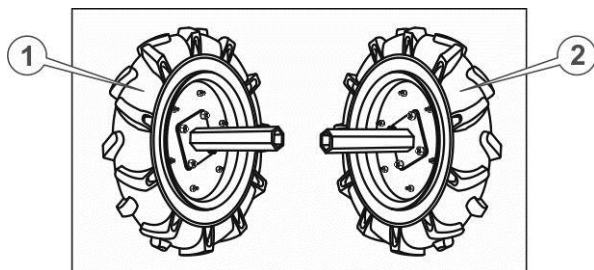

Рис. 4.2. Маточини з колесами
4. Приєднати ступиці коліс до колісних дисків за допомогою болтів, надійно затягнути всі з'єднання на колесах (див. рис. 4.2.). При цьому необхідно пам'ятати, що на колеса встановлені пневматичні шини з напрямленим малюнком протектора типу «ялинка». Встановлювати колеса необхідно таким чином, щоб при погляді на мотоблок зверху «вістря» цієї «ялинки» були спрямовані вперед, крім того вентиля для накачування камер повинні перебувати з зовнішнього боку колеса.